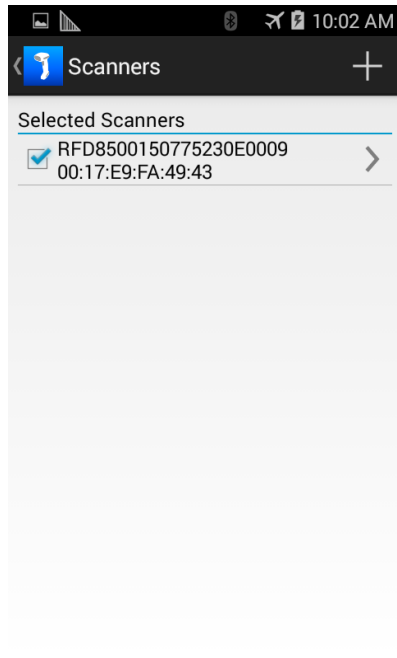

図 5-5 **[スキャナ]**画面
4. **[スキャナ]**画面には、Bluetooth 経由でモバイル デバイスとペアリングされているすべてのスキャナが表示されます。(シリアル番号により) 適切なスキャナをタッチして、**[使用可能なスキャナ接続]**画面を表示します (図 5-5)。